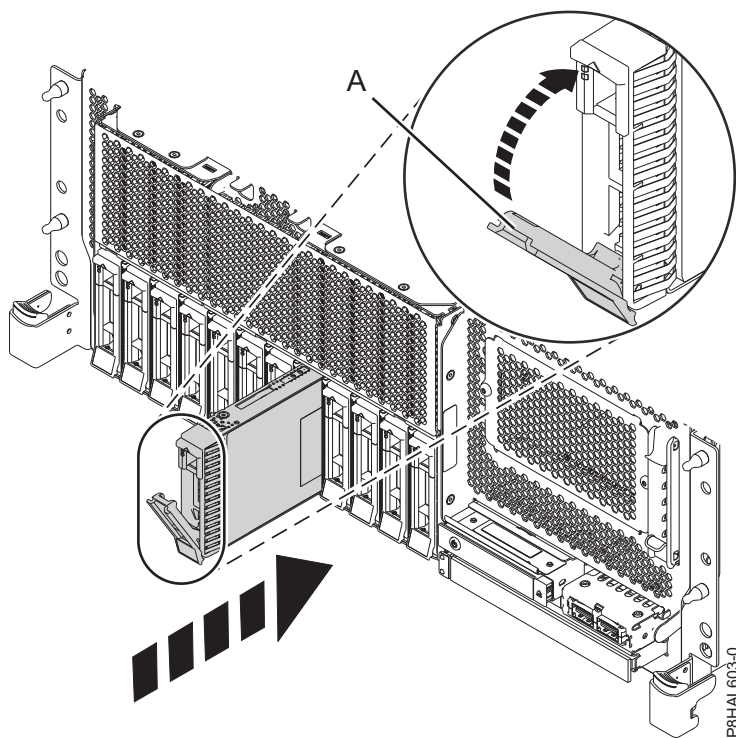

Figure 79. Remise en place d'une unité de disque dans un système à fonction de base monté en armoire
3. Déverrouillez la poignée de la baie d'unité **(A)** en appuyant dessus et en la tirant vers vous. Si la poignée n'est pas complètement sortie, vous ne pouvez pas insérer l'unité dans le système. Voir figure 79, figure 80, à la page 87, figure 81, à la page 88 et figure 82, à la page 89.
7. Lorsque le voyant d'identification s'allume et reste fixe, faites glisser complètement l'unité dans le système et poussez complètement la poignée de la baie d'unité **(A)** jusqu'à ce qu'elle se verrouille, comme illustré dans la figure ci-dessous. figure 79, figure 80, à la page 87, figure 81, à la page 88 et figure 82, à la page 89.